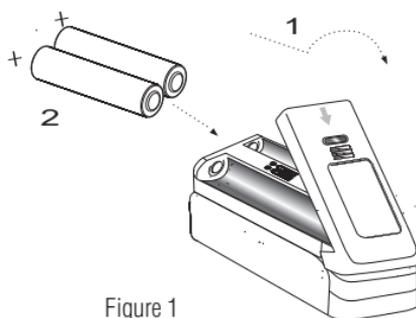

Figure 1
3. Remettez le couvercle de la batterie en place en inversant l'étape 1. (Figure 1)